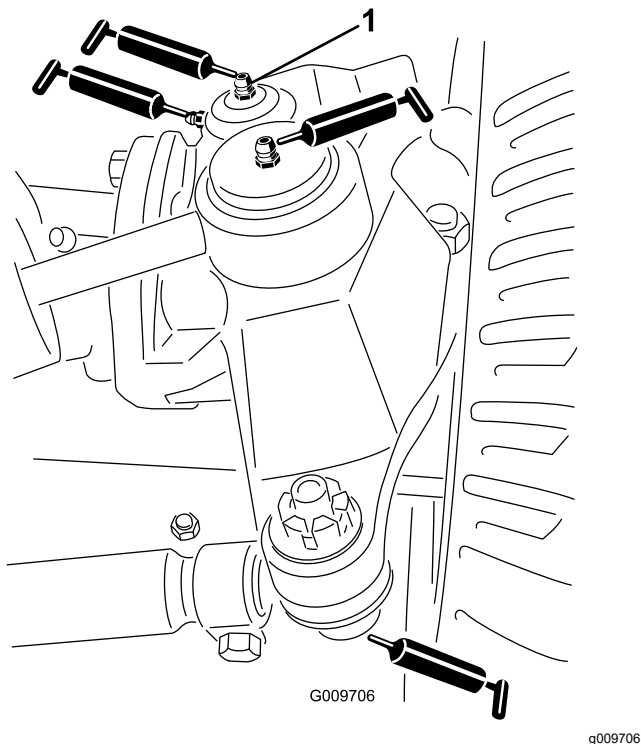

图 37
- 转向油缸球窝接头2 个如图 37所示
- 横拉杆球窝接头2 个如图 37所示
- 主销轴套2 个如图 37所示